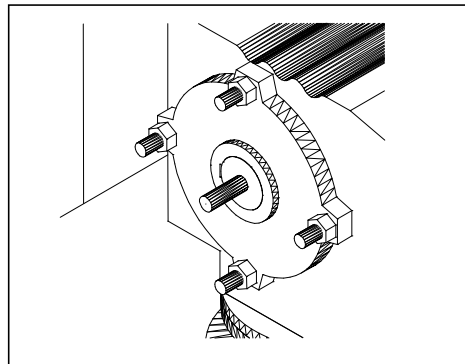

Figura 30
4. Após o encaixe do conjunto acionador certifique-se que o lado de fora do redutor esteja alinhado com o rebaixo do eixo. (Veja Figura 30).